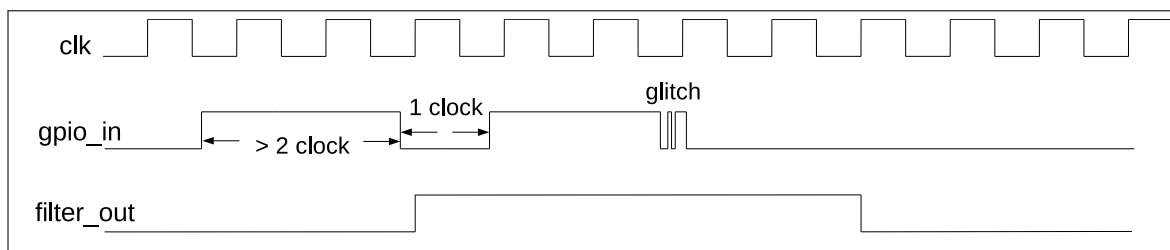

图 5-4. GPIO 输入信号滤波时序图
- 可选：置位 `IO_MUX_GPIO $n$ _FILTER_EN` 使能 GPIO 管脚的输入信号滤波功能，如图 5-4 所示。只有当输入信号的有效宽度大于两个时钟周期时，输入信号才会被采样。否则，输入信号将会被滤掉。